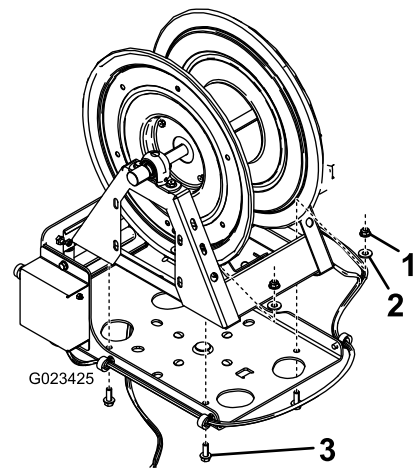

Bild 11
5. Befestigen Sie die Schlauchtrommel mit vier Schrauben (3/8-16"), vier Scheiben (7/16") und vier Bundmuttern (3/8-16") an der Schwenkplatte, wie in Bild 11 abgebildet.